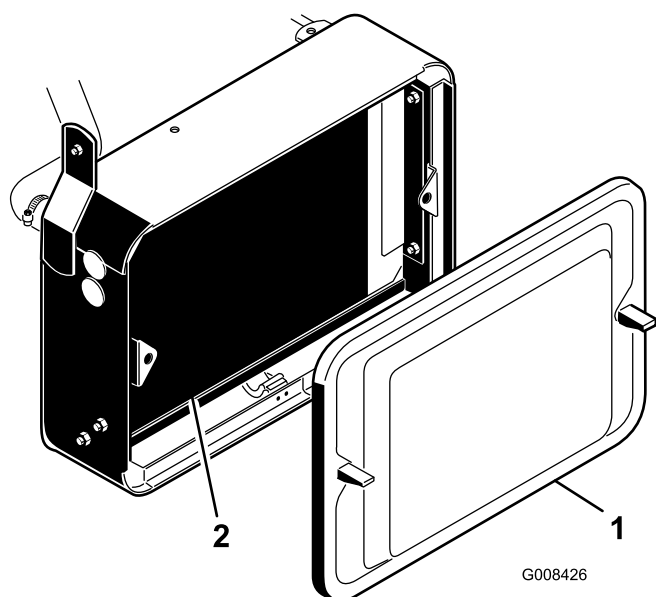

Рисунок 45
1. Снимите решетку радиатора (Рисунок 45).